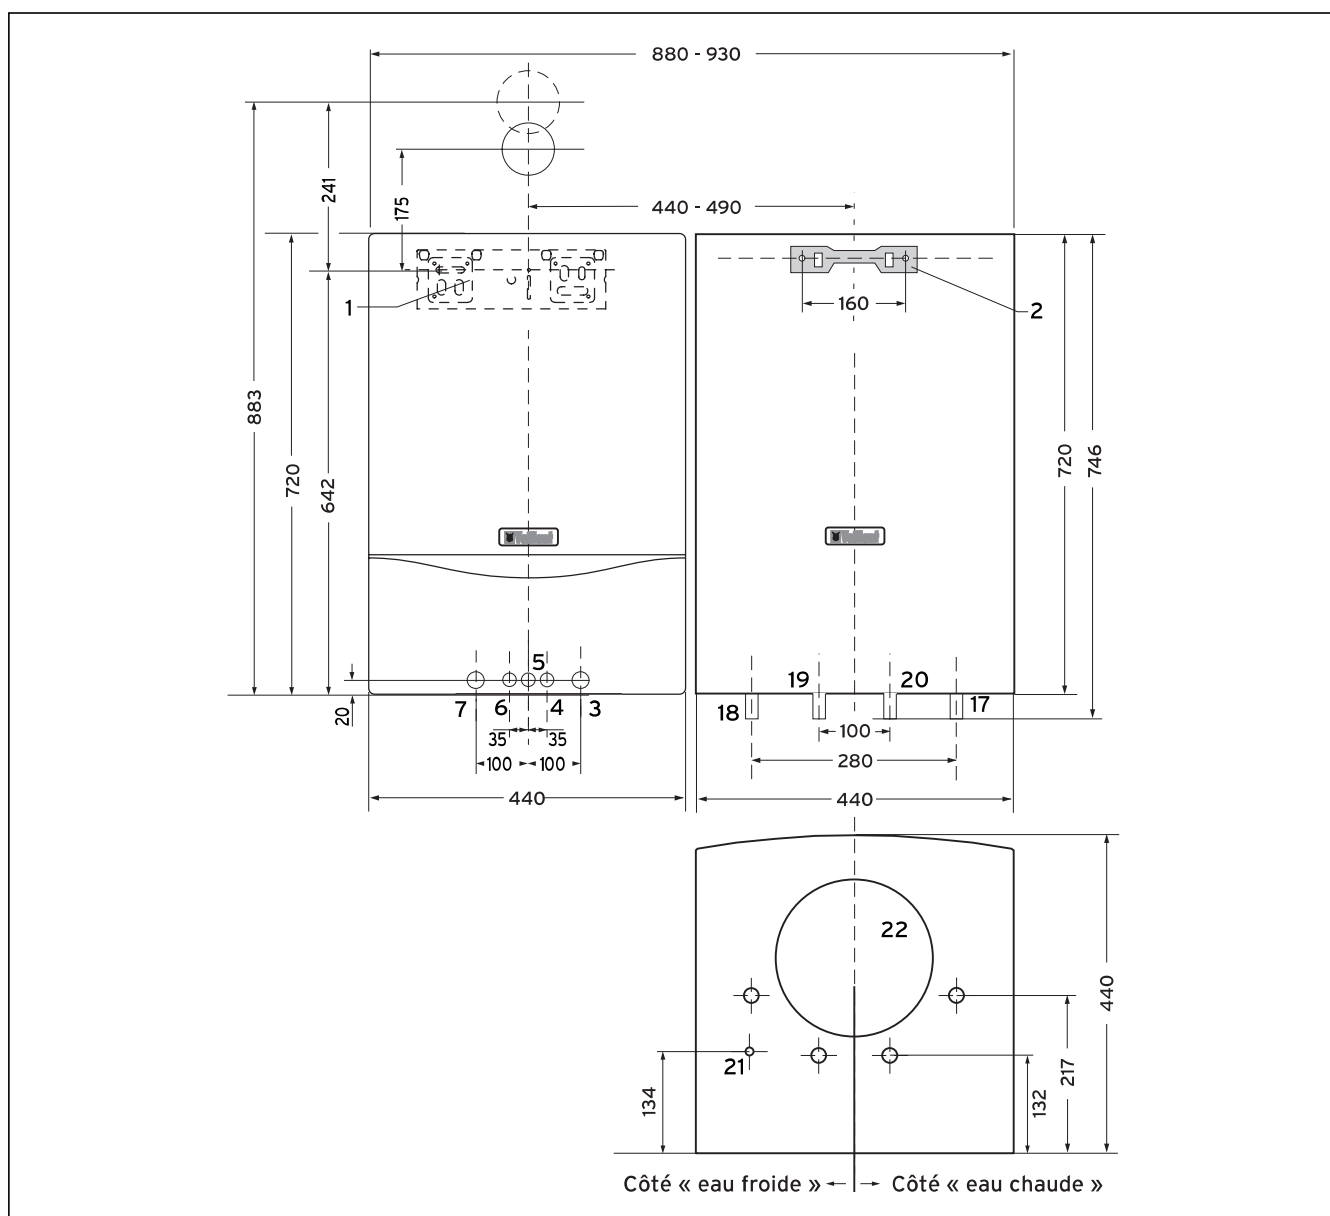

Fig. 4.2 Dimensions pour le montage à côté de l'appareil de chauffage
- Percez les trous pour la barrette d'accrochage conformément aux indications de la figure 4.2 (bords inférieurs
Veuillez tenir compte des côtés « eau chaude » et « eau froide » indiqués sur les fig. 4.2 et 4.3.